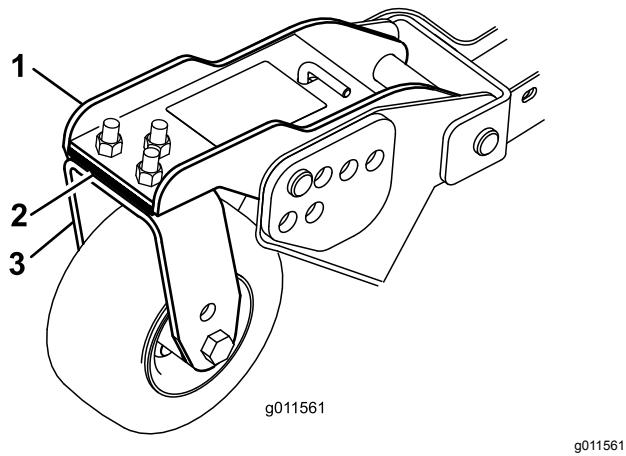

Figura 103
- Retire os parafusos e as porcas que fixam o braço da roda à forquilha de roda (Figura 103).